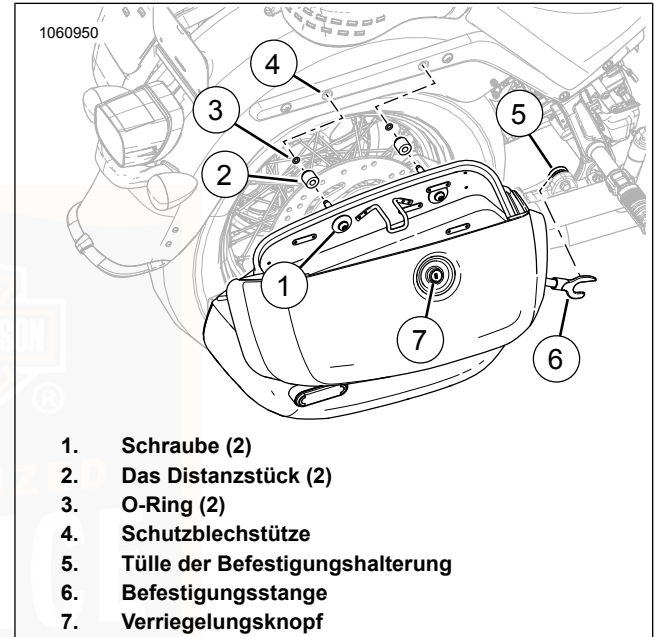

Abbildung 46. Satteltaschen-Baugruppe
1. Siehe Abbildung 46. Satteltasche entriegeln.
- a. Den Schlüssel in die Verriegelungstaste (7) stecken und um eine halbe Umdrehung gegen den Uhrzeigersinn drehen.
3. Siehe Abbildung 46. Die Satteltasche verriegeln.
- a. Den Schlüssel in die Verriegelungstaste (7) stecken und um eine halbe Umdrehung im Uhrzeigersinn drehen.
1. Siehe Abbildung 46. Satteltaschen öffnen.
2. Mit einer Hand die Satteltasche halten und mit der anderen Hand die Befestigungsschrauben (1) der Satteltasche entfernen.
1. Siehe Abbildung 46. Prüfen, ob sich die Distanzstücke (2), O-Ringe (3), und Tüllen (5) in Position und in gutem Zustand befinden.